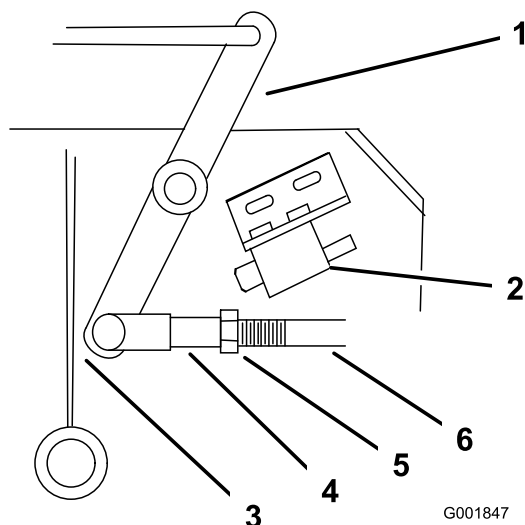

Figura 42
- Ajuste la longitud del acoplamiento hasta que el extremo inferior de la palanca acodada casi roce el refuerzo del soporte del eje (Figura 42).
9. Afloje la tuerca de la horquilla (Figura 42).